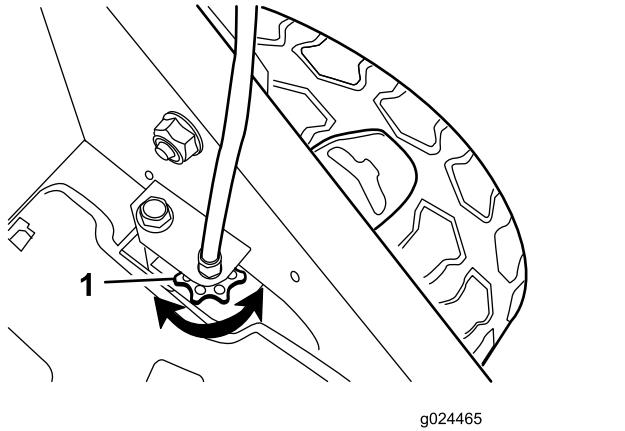

Bild 25
- Wenn sich die Räder nicht bei eingekuppeltem Selbstantriebsbügel drehen, ist der Treibriemen zu lose. Drehen Sie das Steuerhandrad für den Radantrieb (**Bild 25**) um eine Umdrehung nach rechts und wiederholen Sie die Schritte 4 bis 6.